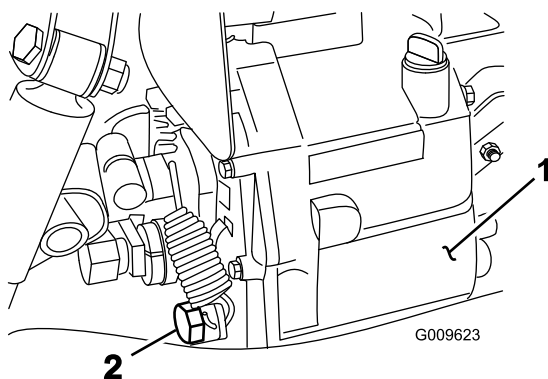

Figure 69
4. Enlevez le bouchon de vidange sur le côté du réservoir et faites couler le liquide hydraulique dans un bac de vidange (Figure 69).